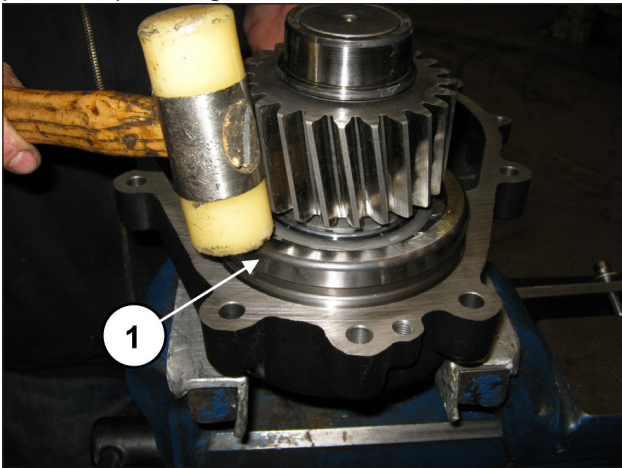

Fig. 85
Insira o pinhão pré-montado no interior do local especial na cobertura do redutor, mediante o uso de um mecanismo de percussão (pos. ①, Fig. 85).